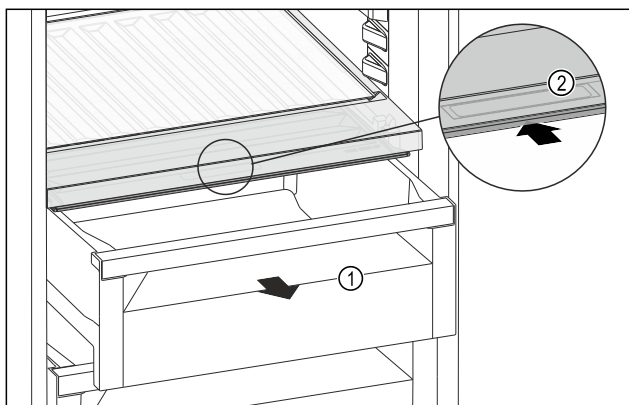

Fig. 254
- ▶ Schubfach Fig. 254 (1) herausziehen.
- ▶ Griffmulde Fig. 254 (2) am Fachdeckel anfassen und Fachdeckel gleichzeitig nach hinten schieben.